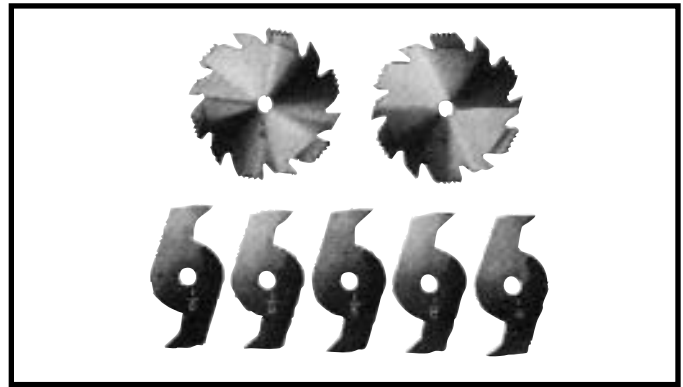
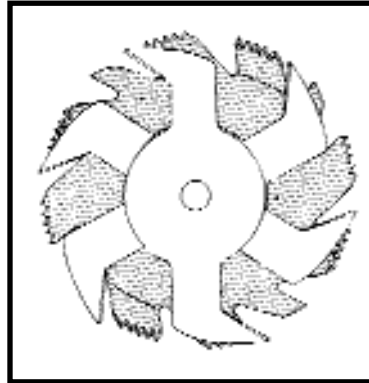
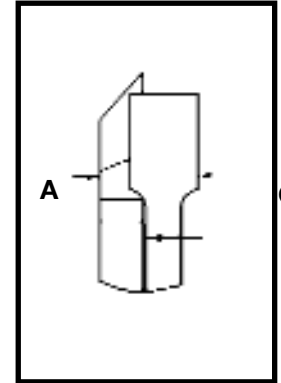

Fig. 44A
Fig. 45
Fig. 46
1. Le rainurage consiste à couper une feillure ou une rainure large dans une pièce. La plupart des ensembles à rainurer sont constitués de deux scies externes et de quatre ou cinq couteaux internes (figure 44A). Diverses combinaisons de lames et de couteaux sont utilisées pour couper les rainures de 1/8 po à 13/16 po (3,1 à 20,6 mm) utilisées pour les étagères, préparer des joints, des tenons, des rainures, etc. Les couteaux sont fortement emboutis et doivent être disposés de sorte qu'ils s'insèrent dans les gorges des dents externes, comme le montre la figure 45. Le chevauchement de scie et couteau est illustré dans la figure 46, (A) est la scie extérieure, (B) un couteau intérieur, et (C) une rondelle ou des rondelles de papier, utilisés au besoin pour contrôler la largeur exacte de la rainure. Une rainure de 1/4 po (6,3 mm) est coupée avec les deux scies extérieures. Les dents de scies doivent être placées pour que le râtelier d'une scie soit près des dents de coupe de l'autre scie